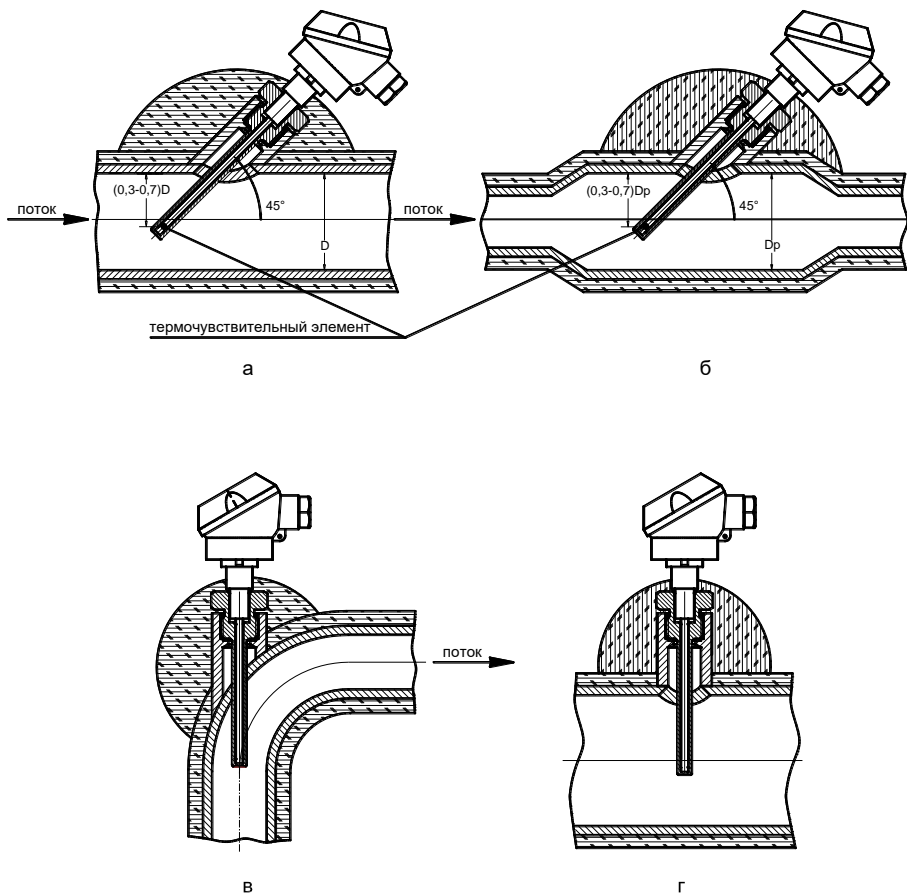

Рис.8.8
8.6.1 В выбранном месте установки ТС в верхней части трубопровода делается отверстие под защитную гильзу. Глубина погружения чувствительного элемента ТС должна быть $(0,3-0,7)D$, где D – внутренний диаметр трубопровода (рис. 8.8 а).
8.6.2 Если диаметр чувствительного преобразователя ТС превышает $0,13D$, то допускается при установке ТС применять расширитель (рис. 8.8 б), где D_p – внутренний диаметр расширителя.